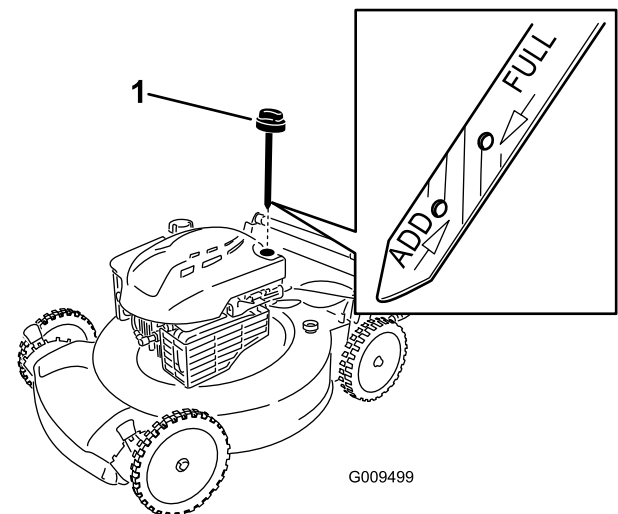

Figure 10
2. Retirez la jauge (Figure 10).
5. Observez le niveau d'huile indiqué par la jauge (Figure 10).
dans le tube de remplissage, patientez 3 minutes et répétez les opérations 3 à 5 jusqu'à ce que le niveau atteigne le repère maximum (Figure 10).